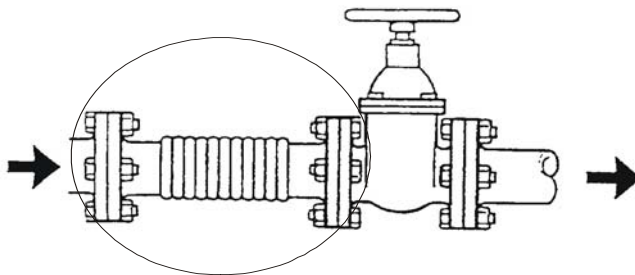

Рисунок 11 – Подключение к магистральному трубопроводу
2.3.4 Для того, чтобы исключить передачу вибрации в распределительную магистраль сжатого воздуха, установку необходимо присоединить к ней через компенсатор с запорным краном (рисунок 11).